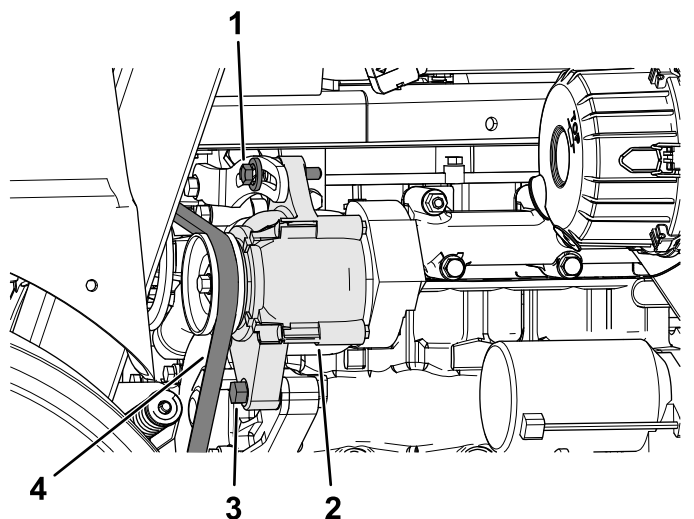

Figura 88
5. Slăbii urubul de pivotare i urubul de blocare ale alternatorului (Figura 88).
7. Strângei urubul de blocare al alternatorului (Figura 88).
8. Slăbii urubul de pivotare al alternatorului (Figura 88).